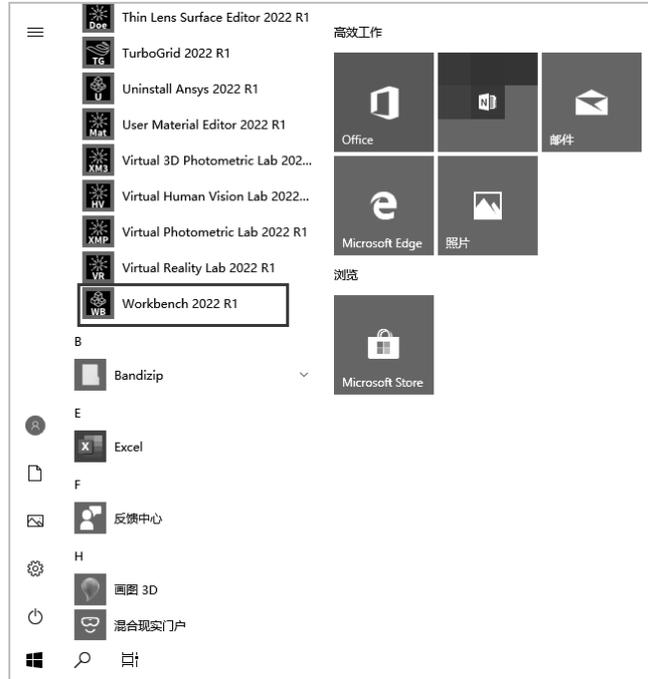

图 1-3 从 Windows 开始菜单启动
(1) 从 Windows 开始菜单启动，如图 1-3 所示。